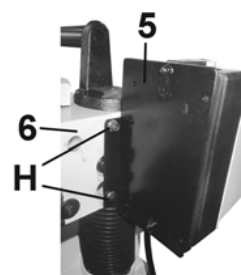

Рис. 5
8.2.2. Как показано на Рис.5, установите и болтами (Н) закрепите магнитный пускатель (5) на блоке строгального вала (6).